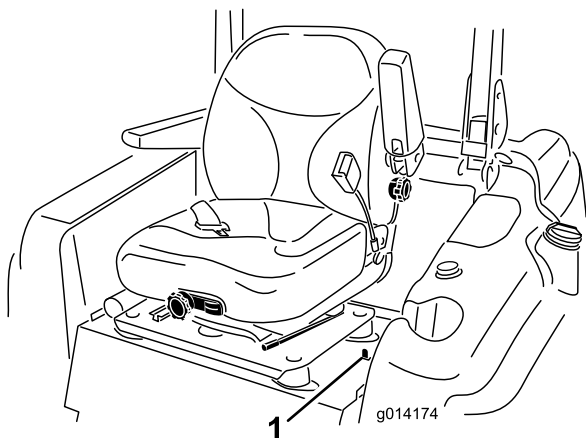

Figure 32
1. Déplacer le verrou du siège, situé sur le côté gauche du siège, vers l'arrière pour déverrouiller le siège et tirez le haut du siège en avant (Figure 32).